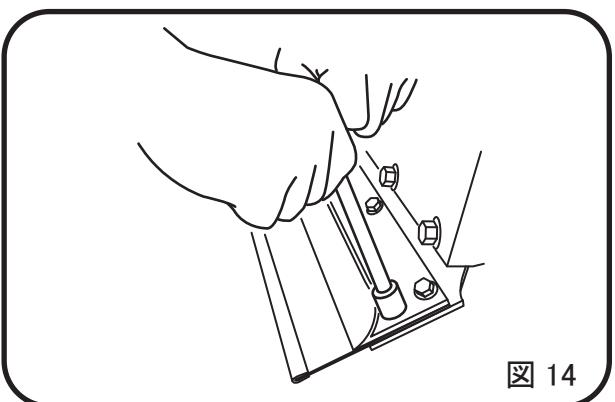

図 14
5.4 ボルトは元通りにしっかりと締めておいて下さい。（図 14）